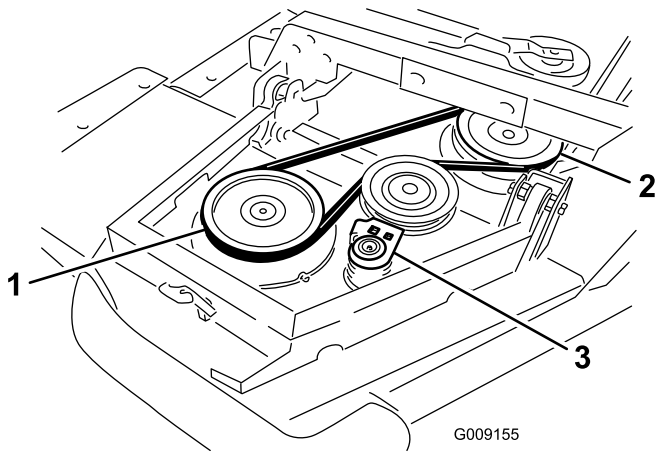

Bild 5
A. Legen Sie den Riemen um die Riemenscheibe der Flügelspindel und die Riemenscheibe der Frontmäherwerkspindel (Bild 5).
- B. Schieben Sie die Spannscheibe mit einem Schraubenschlüssel oder einem ähnlichen Werkzeug von den Scheiben (Bild 5).